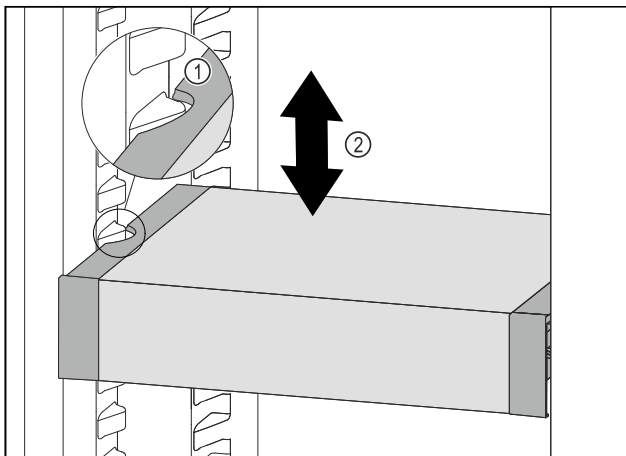

Fig. 75
- ▶ Tirare VarioSafe in avanti fino a quando le cavità laterali di VarioSafe non si trovano al livello della nervatura del contenitore nel vano frigorifero. Fig. 75 (1)
- ▶ Spostare VarioSafe verso l'alto o verso il basso nel vano frigorifero fino a raggiungere l'altezza desiderata. Fig. 75 (2)